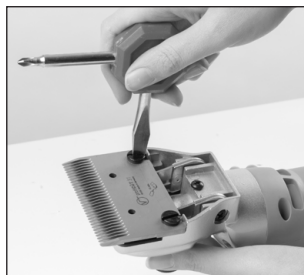

Fig. 3
4. Allentare le viti di fissaggio (7) con l'utensile in dotazione (fig. 3).